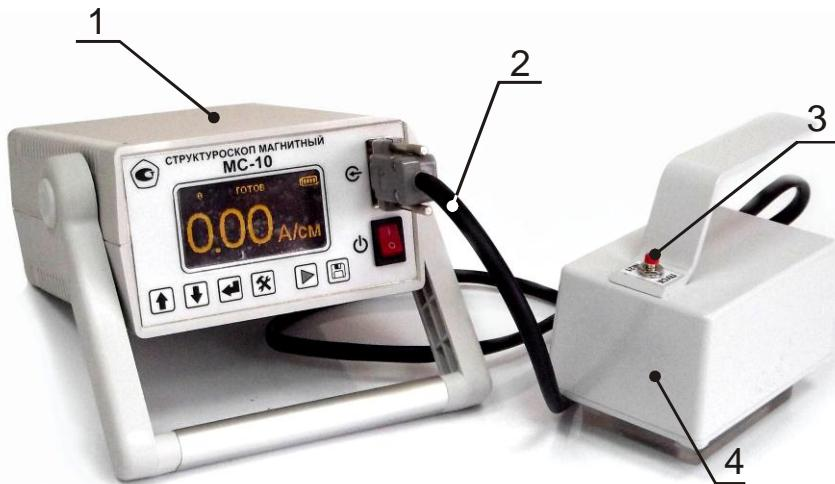

Рис.3 Внешний вид структуроскопа
4.3 Внешний вид структуроскопа с преобразователем показан на рис.3.
4.3.1 Структуроскоп состоит из электронного блока (поз. 1, рис.3) и преобразователя (поз. 4, рис.3), соединенных гибким кабелем (поз. 2, рис.3).
На корпусе преобразователя расположена кнопка (поз. 3, рис.3) запуска процесса измерения.